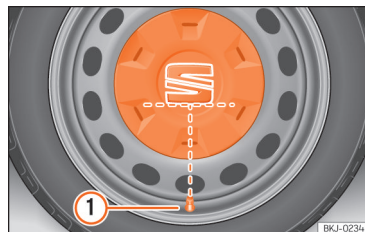

Fig. 185 Colocação correta do tampão central da roda para jantes de aço.
- Coloque o tampão central da roda sobre a jante. A parte inferior da sigla «S» do emblema da SEAT deve coincidir com a válvula de enchimento »» Fig. 185 ①.